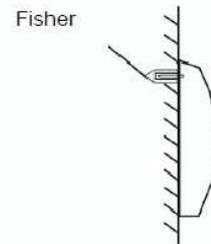

Figura 3
4. Monte o aparelho na parede (figura 3).